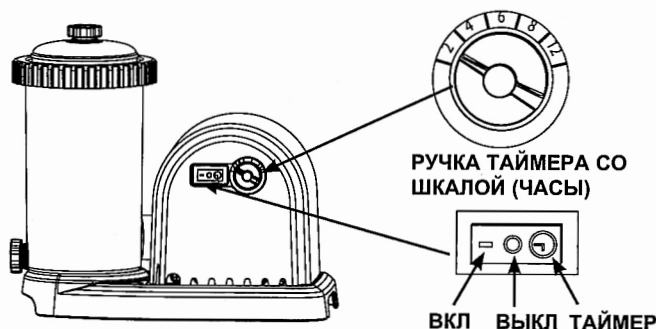

рис.10
4. Давление воды позволит воздуху, зажатому внутри пройти через выпускные клапан (2). Когда весь воздух выйдет, вода начнет выходить через клапан. Плотнo закройте клапан по часовой стрелке.
- А. Установите ручку таймера на необходимое время работы. Смотрите Расчет времени работы. Смотрите рис.10.